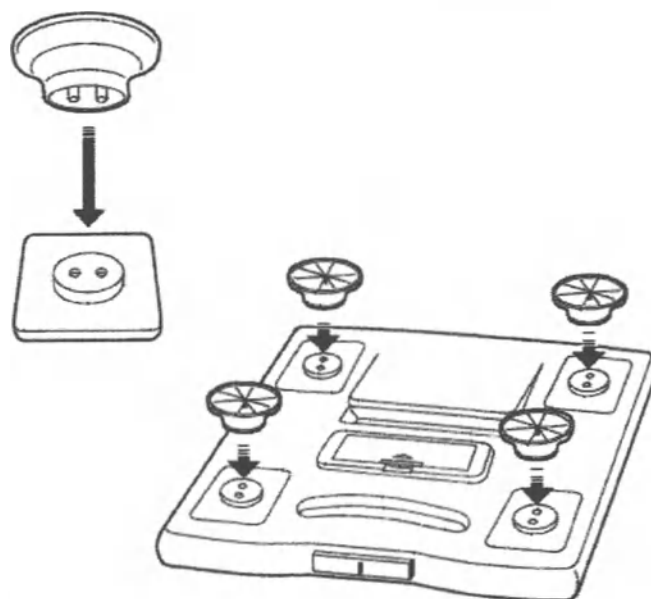

Рисунок 9. – Использование подставки под весы.
2.2.4.2. При необходимости проведения измерения на мягких покрытиях, например – ковровое покрытие, необходимо использовать подставки под весы, входящие в комплект поставки. На каждой подставке под весы имеется по два контакта, которые необходимо вставить до упора в соответствующие отверстия на весах (рисунок 9.).